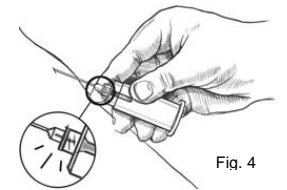

Fig. 4
- Kontroller at blod vises i tilbakeslagsvinduet (Fig. 4) i den gjennomsiktige midtre delen av kanylen for å bekrefte vellykket venepunksjon.